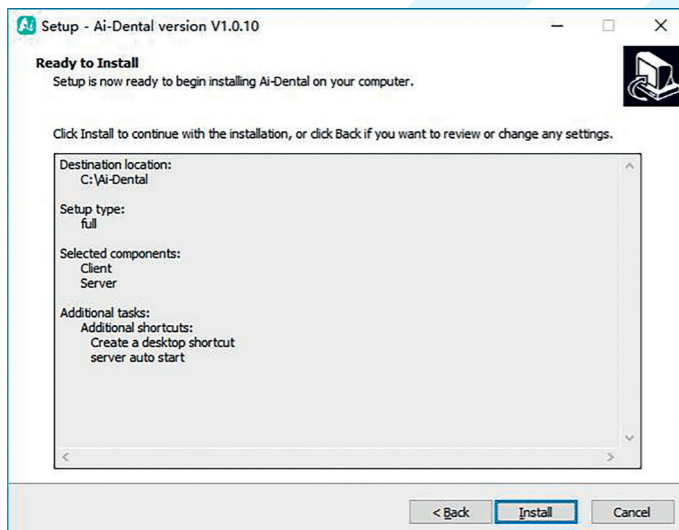

Figura 8
4.1.7 Haga clic en el botón «Instalar» para iniciar la instalación, como se muestra en la figura 8: